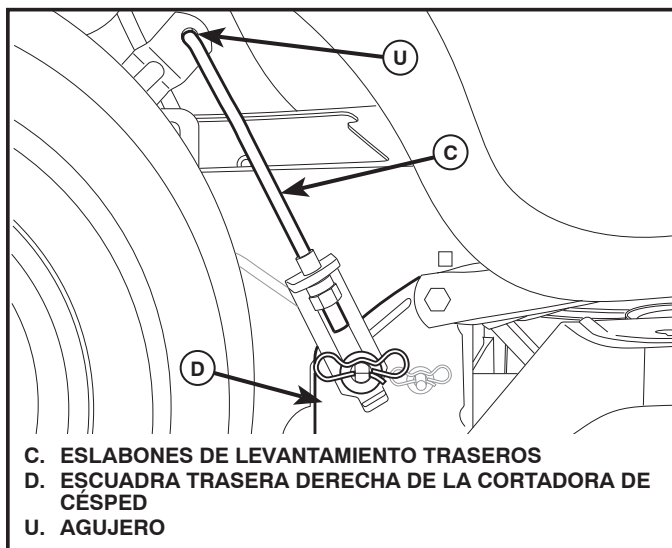

Fig. 30
## 7. INSTALE LOS ESLABONES DE LEVANTAMIENTO TRASEROS (C) (Vea Fig. 30)
- Inserte el extremo de varilla del eslabón de levantamiento trasero (C) dentro del agujero (U) en el brazo de suspensión del eje de levantamiento del tractor y haga oscilar el eslabón hacia abajo hacia la cortadora de césped.
- Levante la esquina trasera de la cortadora de césped y ubique la ranura en el conjunto de eslabones sobre la chaveta en la escuadra trasera de la cortadora (D); asegure con una arandela grande y un resorte de retención grande.